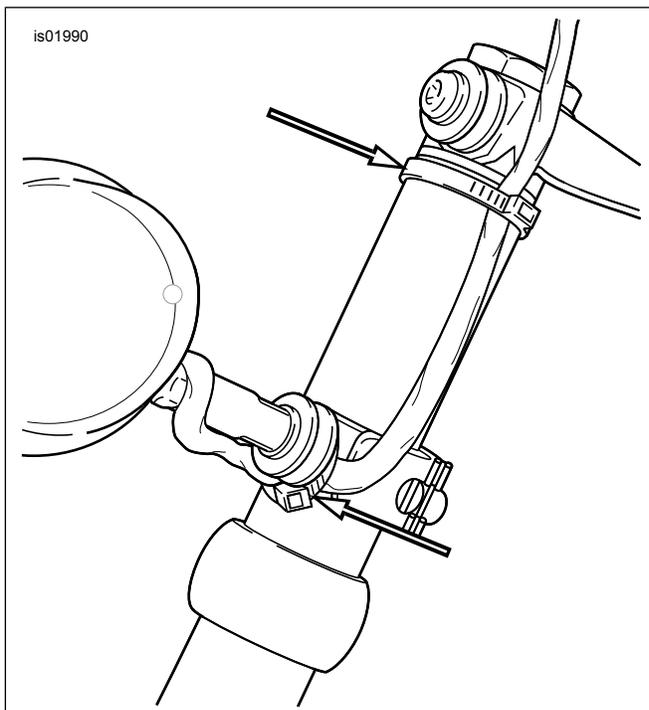

Figura 4. Abraçadeiras de cabo e orientação dos fios do pisca
12. Veja Figura 4. Remova o para-brisa pegando-o pelas bordas em paralelo com o suporte central e puxando-o firmemente até que se solte das ranhuras das buchas superiores. Erga o conjunto do para-brisa para fora das buchas inferiores. Com o para-brisa removido, e usando as abraçadeiras de cabo do kit, oriente os fios do pisca de modo que fiquem firmes. Uma vez que os fios estejam firmes, verifique a distância entre os fios do pisca e o para-brisa instalado.